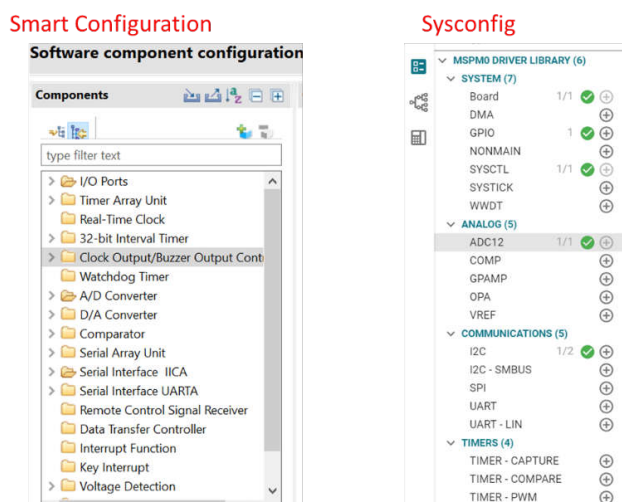

図 2-5. ペリフェラルリストの比較
- **SysConfig** 内のペリフェラルの分類はより明確で、全体的なインターフェイスは高い読みやすさを備えており、図 2-5 に示すように人間とコンピュータのインタラクションインターフェイスは優れています。